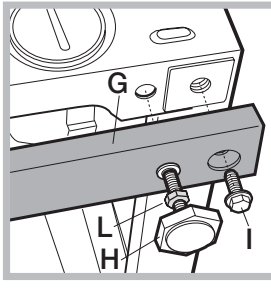

Fig. 11
- los 2 travesaños (**G**); las 4 patas (**H**); los 4 tornillos (**I**); las 4 tuercas (**L**), actuando del siguiente modo (*fig. 11*):